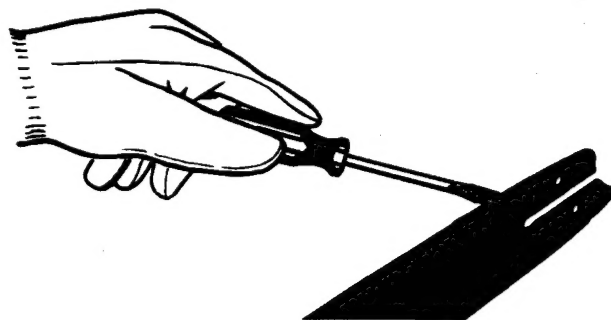

Fig. 29
2. Utilizando un desarmador, navaja, cepillo de alambre o cualquier otro instrumento similar, limpie residuos de los rieles de la barra guía. Esto mantendrá los pasajes abiertos para proveer una lubricación adecuada a la barra y cadena (Fig. 29).